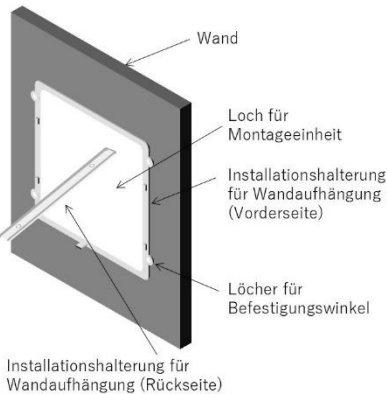

Abb. 3.4.2
- Setzen Sie die hintere Halterung (*1, 2) durch die Öffnung hinten in der Wand ein (Abb. 3.4.2, 3).